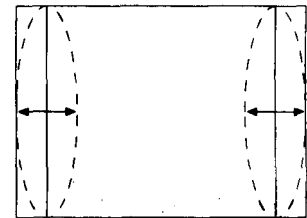

Bild 4
- d) Stellen Sie E-W PARABOLA so ein, daß Sie eine Bedingung wie im Bild 4 erhalten.